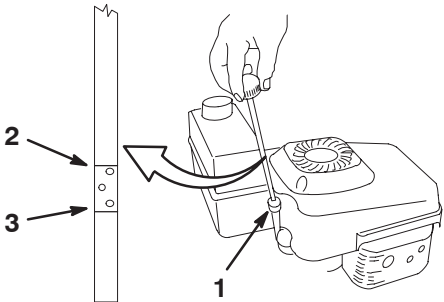

Figure 10
6. Observez le niveau d'huile indiqué par la jauge (Fig. 10).
Avant chaque utilisation, vérifiez que le niveau d'huile arrive entre les repères maximum (Full) et minimum (Add) de la jauge (Fig. 10).